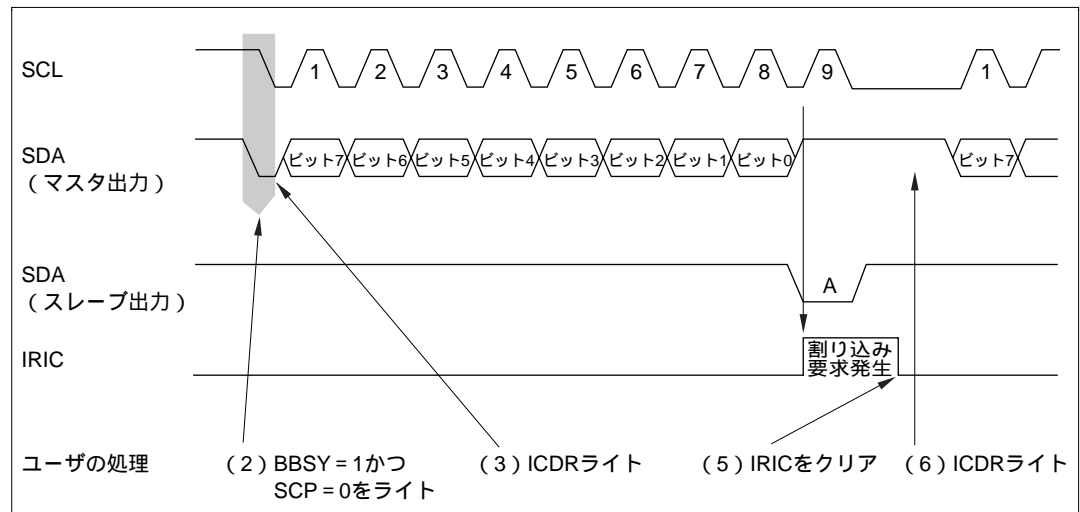

図 13.6 マスタ送信モード動作タイミング (MLS = WAIT = ACK = 0 の時)
- (1) ICMR の MLS、WAIT および ICCR の ACK、CKS2~CKS0 を動作モードに合わせて設定します。また、ICCR の ICE を 1 にセットします。
- (2) ICSR の BBSY をリードし、バスがフリー状態であることを確認後、ICCR の MST、TRS をそれぞれ 1 にセットしてマスタ送信モードに設定します。その後、BBSY = 1 かつ SCP = 0 をライトします。これにより、SCL が High レベルの時 SDA を High レベルから Low レベルに変化させ、開始条件を生成します。
- (3) ICDR にデータをライトします。マスタデバイスは、図 13.6 で示すタイミングで送信クロックと ICDR にライトされたデータを順次送出します。SAR の FS が 0 の時、開始条件に続く第 1 バイトデータは 7 ビットのスレーブアドレスと送信 / 受信の方向を示します。選択された (スレーブアドレスが一致) スレーブデバイスは、送信クロックの 9 クロック目に SDA を Low レベルにし、アクノリッジを返します。
- (4) 1 バイトのデータ送信が終了し、送信クロックの 9 クロック目の立ち上がりで ICSR の IRIC が 1 にセットされます。この時、ICCR の IEIC が 1 にセットされていると CPU に対し割り込み要求を発生します。また SCL は 1 フレーム転送終了後、内部クロックに同期して自動的に Low レベルに固定されます。
- (5) ソフトウェアで ICSR の IRIC を 0 にクリアします。
- (6) 送信を続ける場合は、次に送信するデータを ICDR にライトします。次バイトの送信は内部クロックに同期して行われます。